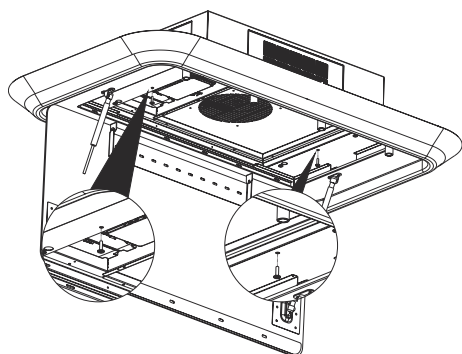

Abb. 14
- 4.** ➔ Fixieren Sie die Unterplatte an die Motorbox mit 2 Schrauben (Abb. 14).